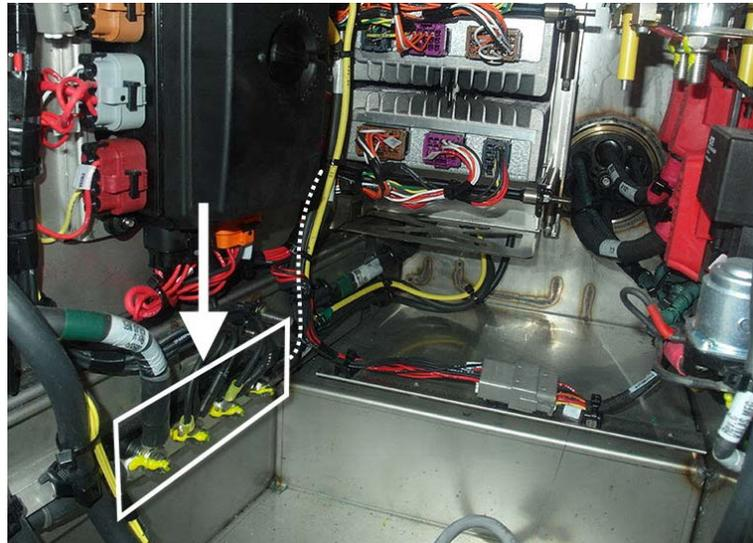

Figure 4
- Placer la cosse à anneau sur un des goujons de mise à la masse électronique. (Figure 4)